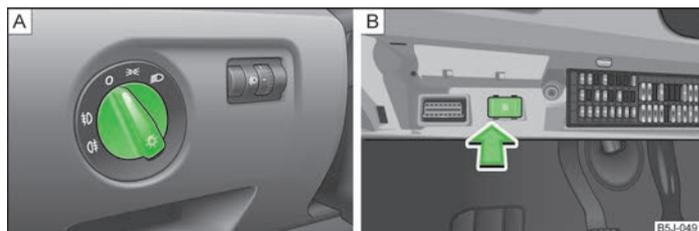

Fig. 21 Cuadro de interruptores: Conmutador de luz/cajón de fusibles: Conmutador para luz de marcha diurna
En los vehículos con **dirección a la derecha**, la disposición de los interruptores se diferencia en parte de la » **fig. 21** de la página 38 disposición mostrada. No obstante, los símbolos que marcan las posiciones de los interruptores son iguales.
- Girar el conmutador de luces » **fig. 21** - **A** a la posición »«.
- Girar el conmutador de luces » **fig. 21** - **A** a la posición »D.
- Girar el conmutador de luces » fig. 21 - [A] a la posición 0.
- Girar el conmutador de luces a la posición 0 » fig. 21 de la página 38 - [A].
- Conectar el conmutador de la luz de marcha diurna » fig. 21 de la página 38 - [B].
- Desconectar el conmutador de la luz de marcha diurna » fig. 21 de la página 38 - [B].
- Conmutar el conmutador de luz a la posición luz de posición \Rightarrow o luz de cruce \Rightarrow » fig. 21 de la página 38 - [A].